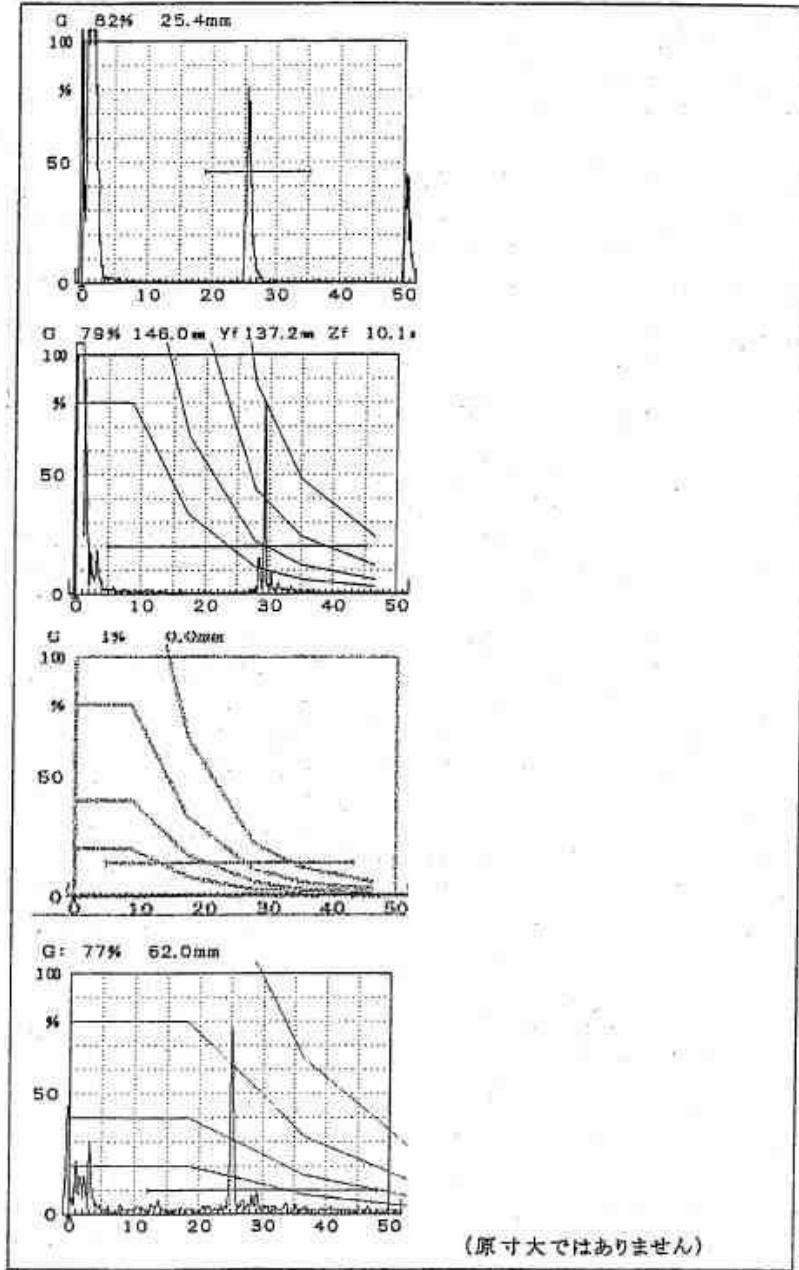

図 6.2.20 印刷様式の例 (実験データ様式)
- (1) 実験様式 : 標準寸法の 1 / 4 の寸法で、8 個の探傷图形又は周波数分析結果を、図 6.2.20 に示したように A4 サイズの紙に印刷します。